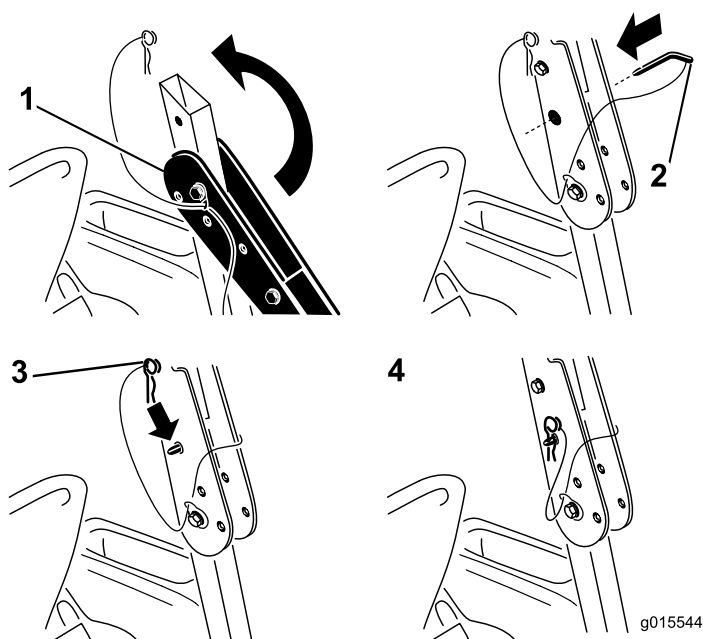

Figura 5
4. Alzate il roll bar in posizione eretta e fissatelo in posizione con i due perni girevoli, come mostrato in Figura 5.
5. Bloccate il roll bar in posizione eretta con i perni girevoli. Utilizzate le coppiglie all'estremità di ogni cavo per fissare i perni girevoli (Figura 5).